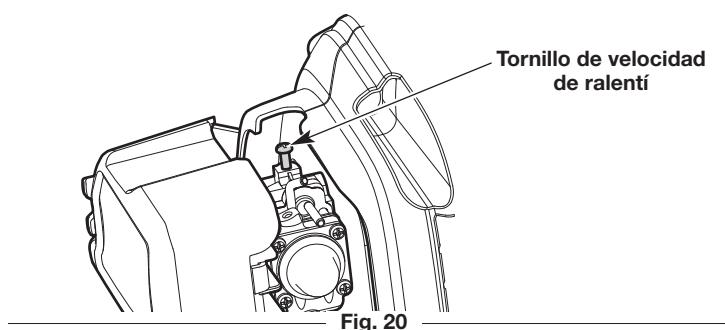

Fig. 20
- Si el motor se para, aumente la velocidad de ralentí. Use un destornillador Phillips pequeño para girar el tornillo de velocidad de ralentí en el sentido de las agujas del reloj, 1/8 de giro cada vez hasta que el motor funciona al ralentí de manera uniforme (Fig. 20).
- Si la cuchilla gira cuando el motor funciona al ralentí, reduzca la velocidad de ralentí. Gire el tornillo de velocidad de ralentí en el sentido contrario de las agujas del reloj, 1/8 de giro cada vez, hasta que se detenga la cuchilla (Fig. 20).